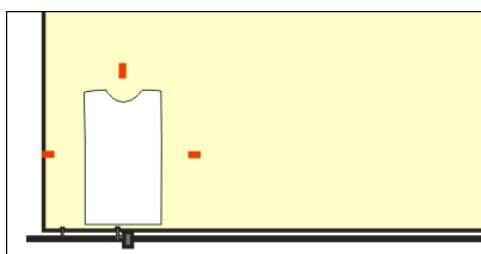

Imagen 523_04
- 3- Colocar en el mesón 3 marcas, las que centran la imagen, con cinta adhesiva de color rojo (Imagen 523_03).